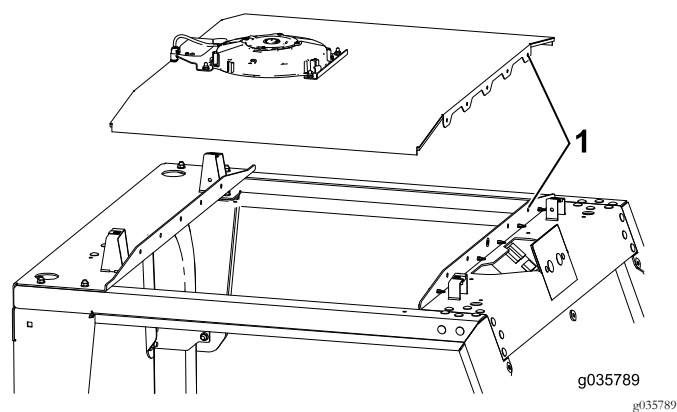

Figura 4
- Coloque o conjunto do teto na máquina, alinhando os orifícios dos rebites no conjunto do teto com os orifícios dos rebites na máquina (Figura 4).